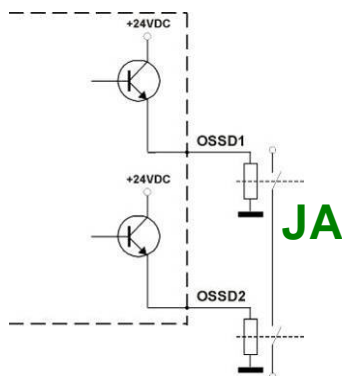

Abb. 22 – Korrekter Anschluss der OSSD-Signale
- Die Sicherheitskontakte der OSSD1 und OSSD2 können nicht in Reihe oder parallel geschaltet werden, sondern müssen separat verwendet werden (Abb. 22).